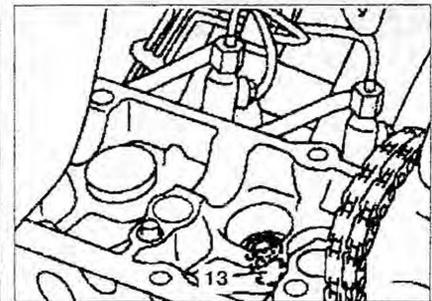

Рис. 2.24. Проверьте правильность установки сухарей **9**.
27. Проверьте правильность установки сухарей **9** (рис. 2.24). Если нет, повторите процедуру, описанную в п. 3-8 и 19-21.